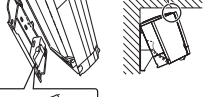

Figur 5
- 7) Skjær ut avstandsstykket av polystyrenskumemballasjen, og plasser det på ribben bak på innendørsenheten. (Figur 5)
- 8) Koble kjølemedierørene til forlengelsesrøret. (B)
- 9) Press den nedre delen av den innvendige enheten inn i installasjonsplaten (1).